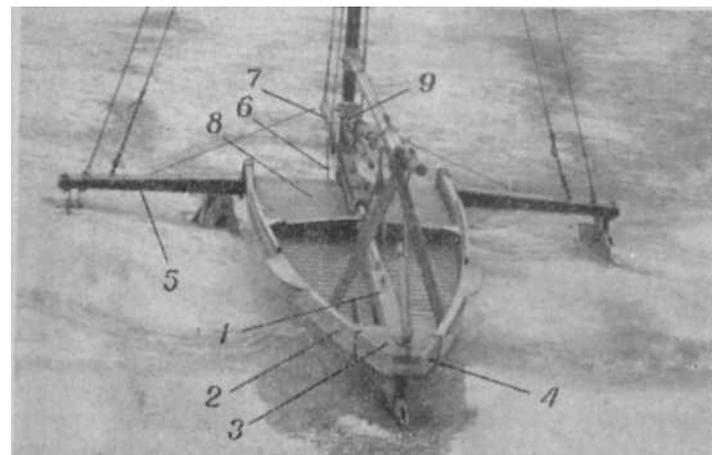

Рис. 5. Буер-«площадка»
Простейший тип буерного корпуса — «площадка» (рис. 5). Основой ее служат *продольный брус* (1) и две *бортовины* (2), сходящиеся вместе в корме. Для образования жесткого узла в корме между бортовинами и продольным брусом вставляются треугольные *вкладыши* (3). Вокруг кормы идет металлическая *оковка* (4), и все это стягивается сквозными болтами. Сквозь продольный брус в корме проходит металлическая трубка — *гельм-порт*, в которую вставлен *баллер* рулевой вилки.